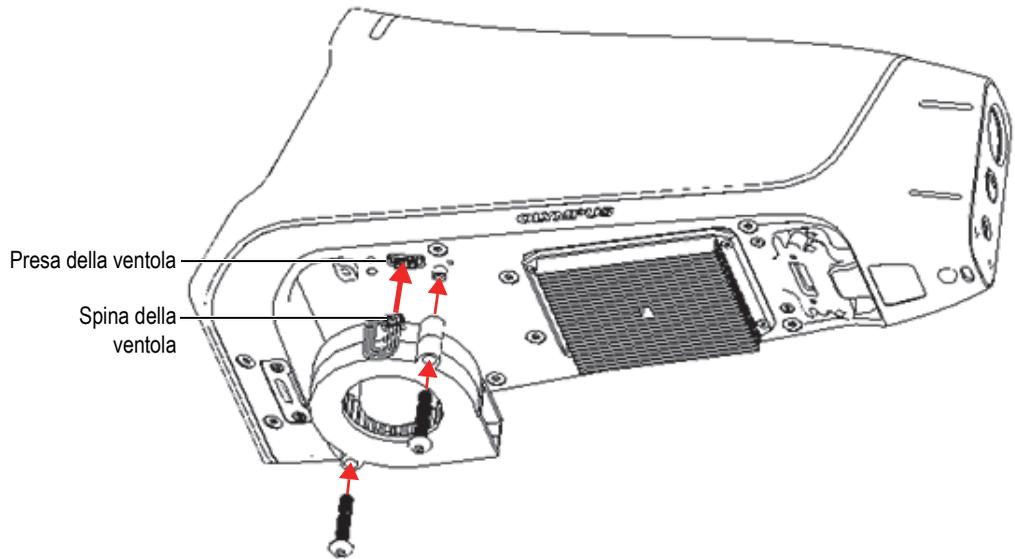

Figura 4-8 Installazione della ventola
2. Allineare la spina elettrica della ventola interna con la presa della ventola e inserirla saldamente (vedere Figura 4-8 a pagina 97).